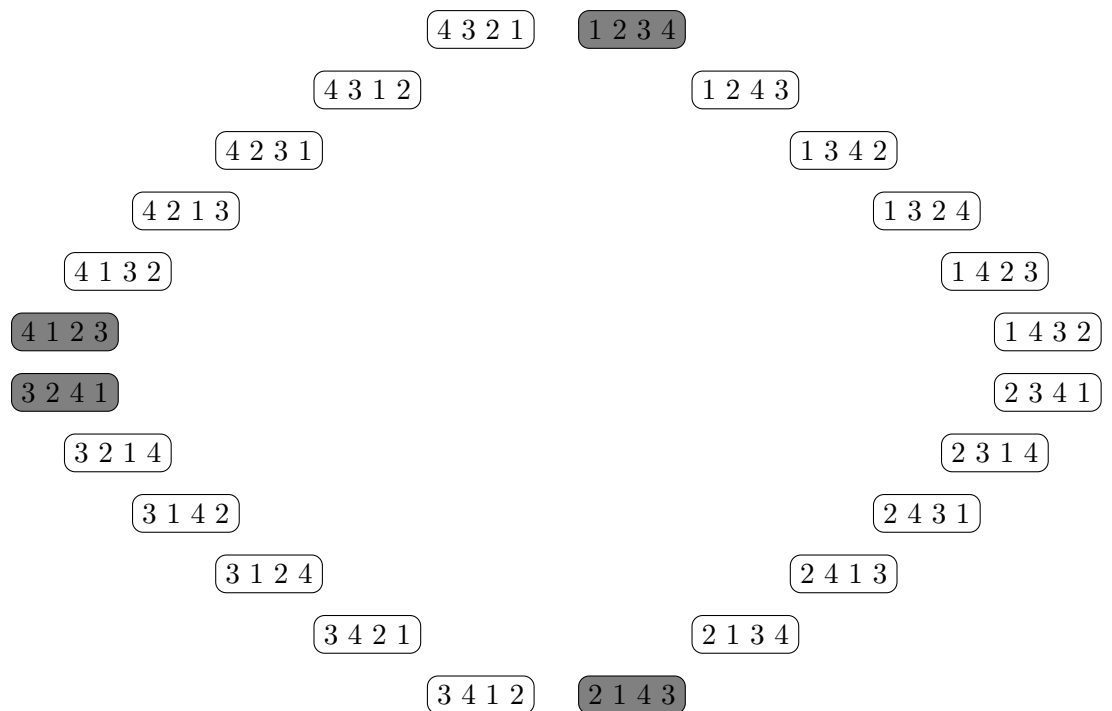

Abbildung 1: Schema des Nachbarschaftsgraphen
- Zeichnen Sie den Nachbarschaftsgraphen zu dem oben formulierten Maschinenbelegungsproblem. Es ist hinreichend, wenn Sie die (vollständigen) Nachbarschaftsbeziehungen für die vier, zu den Reihenfolgen (1 2 3 4), (2 1 4 3), (3 2 4 1) und (4 1 2 3) gehörenden Knoten eintragen. Verwenden Sie das vorgegebene Schema in Abbildung 1.